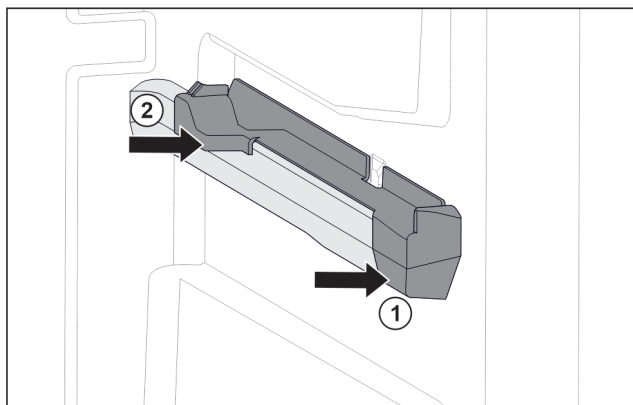

Fig. 116 Elemento inseribile sulla nervatura destra del contenitore
- Posizionare l'elemento inseribile sulla parte anteriore della nervatura del contenitore. Fig. 116 (1)
- Premere l'elemento inseribile sulla parte posteriore. Fig. 116 (2)